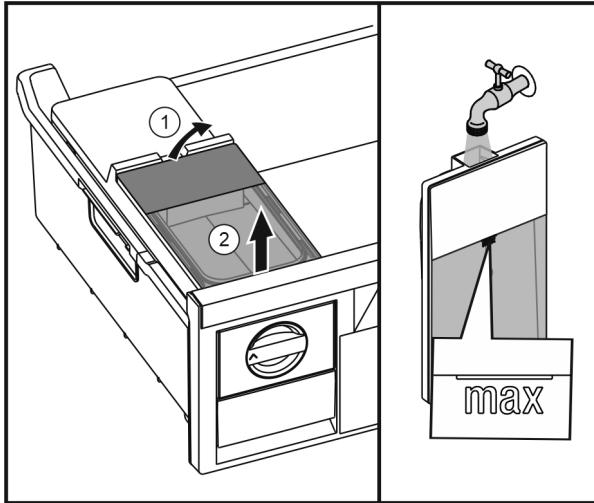

Fig. 37
- Løft opp vanntanken bak Fig. 37 (1), og ta den ut forover Fig. 37 (2).